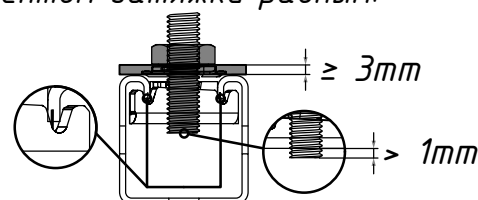

рис.3
3. Монтажные гайки MT-TL/ MT-TL OC закручивать с использованием шпильки, соблюдая условия, показанные на рис. 3, с моментом затяжки равным:
- MT-TL M8 (OC) – 10 Нм;
- MT-TL M10 (OC) – 15 (25) Нм;
- MT-TL M12 (OC) – 30 Нм,
- MT-TL M16 (OC) – 50 Нм;